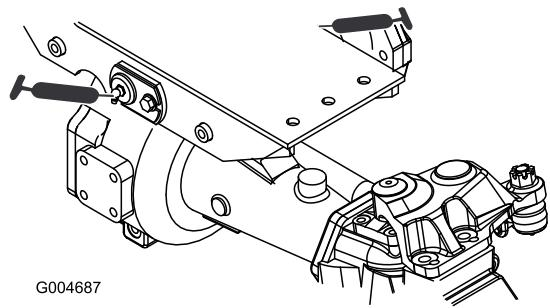

Bild 62
- Zwei Drehbüchsen an der Vorder- und Hinterachse (Bild 62)